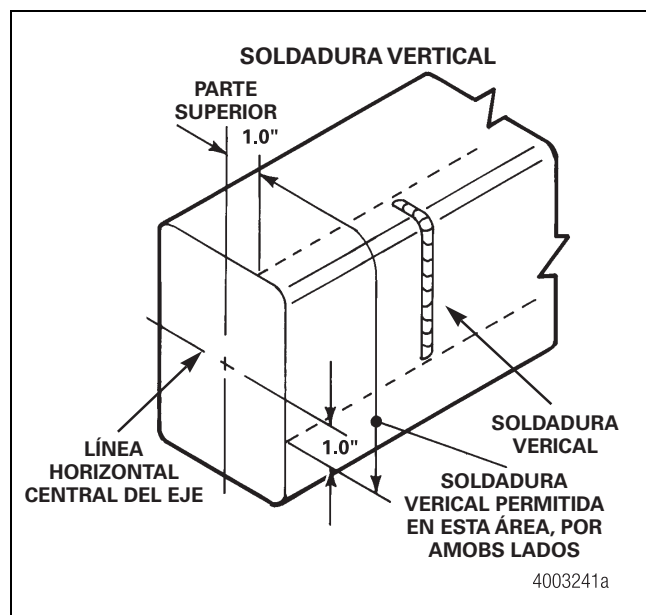

Figura 7.11
- No se permite soldar verticalmente a distancias de más de una pulgada (25.4 mm) por debajo de la línea horizontal central del eje. Figura 7.11.